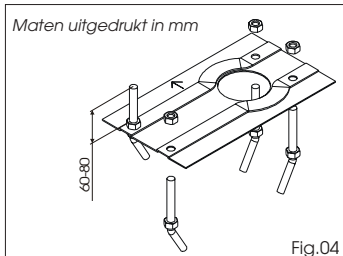

Fig.04
- 1) Assembleer de funderingsplaat zoals op fig. 04.